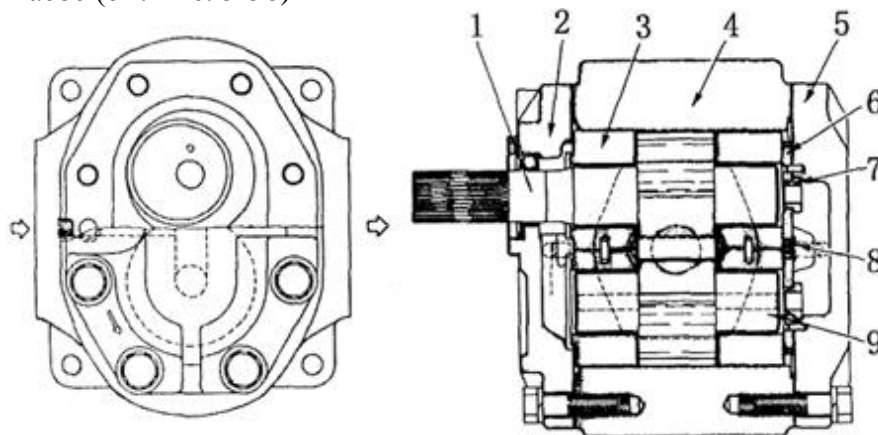

Рис. 5-58
(1) Зубчатый насос (см. Рис. 5-58)